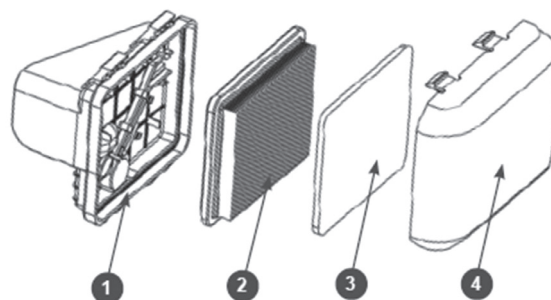

Рис.7
1. Отожмите защелку и снимите крышку воздушного фильтра (4) Рис.7